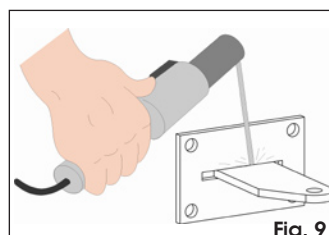

Fig. 9
- i- Souder la patte postérieure sur la plaque à visser en l'introduisant dans la fente appropriée (Fig. 9).